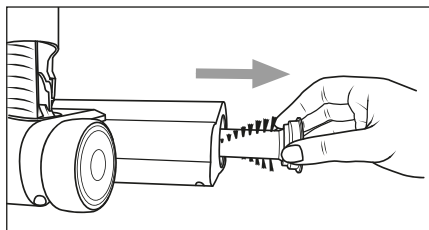

Fig. 23
- 3) Tire del rodillo de cepillos ①9 del cepillo para suelos ②0 (consulte la fig. 23).